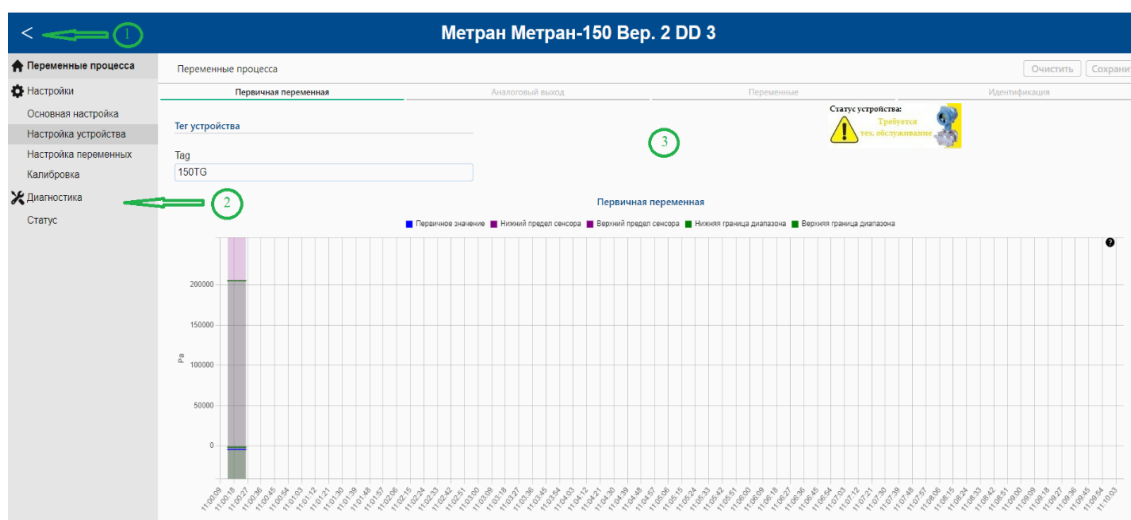

Рис. 90 Пример конфигурационного окна
- кнопка возврата в режим автоматического поиска подключенных полевых устройств – 1 (рис. 90)
- навигационное меню конфигурационного окна, считанное из DD-файла – 2 (рис. 90)
- конфигурационное окно, отображающее значения параметров, считанные из полевого устройства, статусы параметров, дополнительные методы конфигурации параметров, кнопки, диаграммы и другие элементы управления, заданные DD-файлом – 3 (рис. 90).